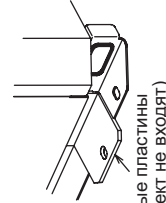

Рис. 3 (без съёмной опоры)
- ④ Если болты крепления закручиваются после установки блока на основание, то используйте крепежные пластины (в комплект не входят). См. рис. 3 и 4.
- ⑤ Изолируйте отверстия, через которые в блок входят фреоновые трубы и кабели, для исключения проникновения в блок мелких животных и воды, которые могут повредить компоненты блока.
- ⑥ При подключении фреоновых труб и кабелей снизу убедитесь, что они не мешают установочным элементам блока.
- ⑦ Следуйте дополнительным рекомендациям, приведенным в «Инструкции по установке».